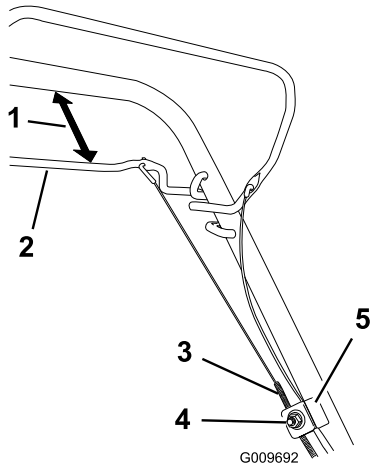

Figure 26
1. Desserrez l'écrou du support de guidage du câble (Figure 26).
2. Maintenez la barre de commande d'autopropulsion à 25 à 38 mm (1 à 1,5 po) du guidon (Figure 26).
3. Tirez la gaine du câble vers le bas (vers la machine) jusqu'à ce qu'il n'y ait plus de mou dans le câble (Figure 26).